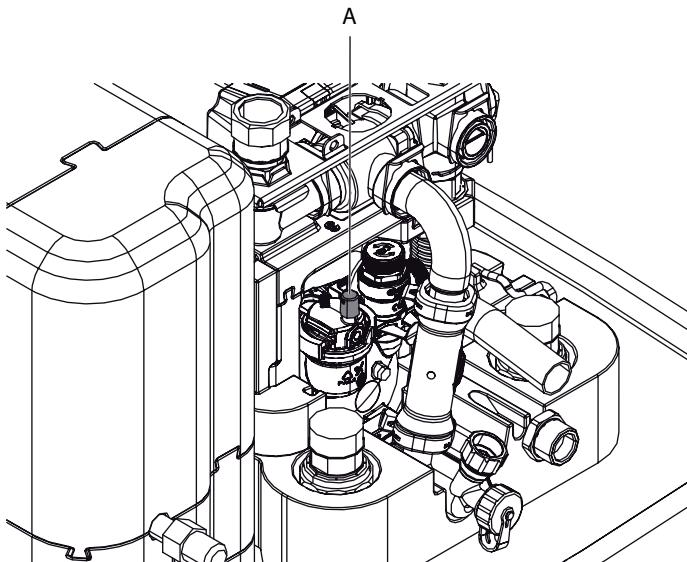

Bild 5-3 Kappe des Automatikentlüfters
- Sicherstellen, dass die Kappe des Automatikentlüfters (Bild 5-3, Pos. A) offen ist.